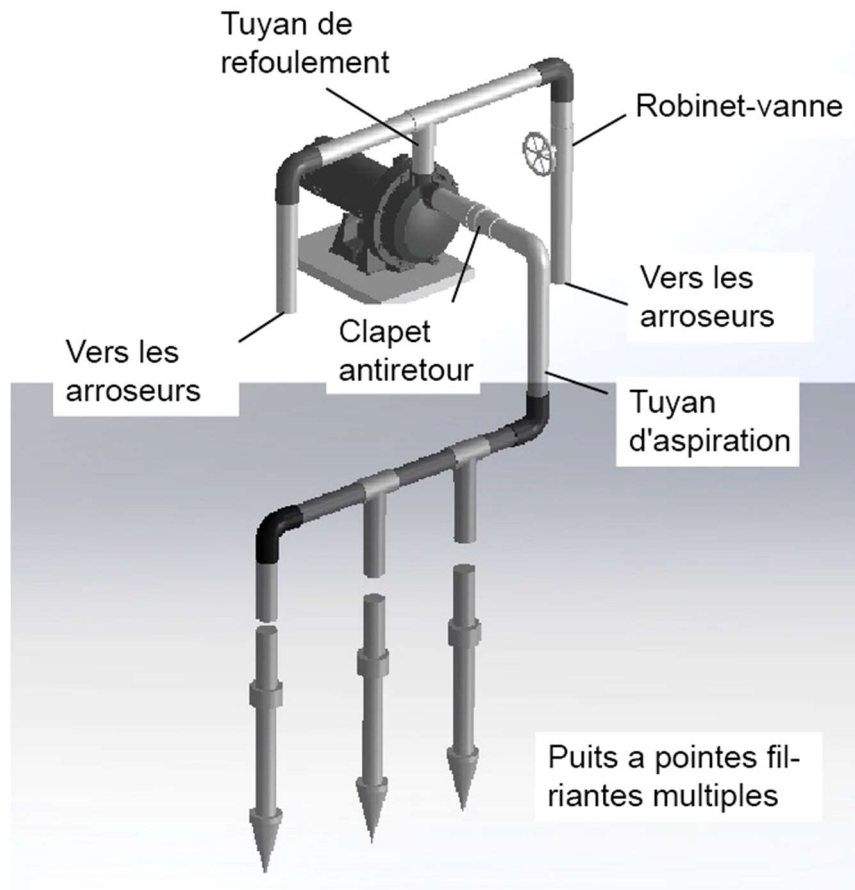

Figure 2: Installation de puisage par point mené, points de puits multiples
1. Relier le tuyau d'aspiration au point d'entraînement (Fig.2). Prévoir une longueur de tuyau horizontale aussi courte que possible. Utiliser de la bande téflon sur les filets de tuyau mâles. Il faut sans doute puiser à partir de points de puits multiples pour alimenter suffisamment la pompe en eau.